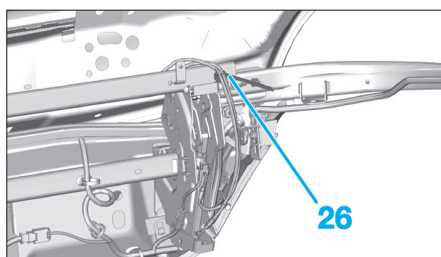

Fig. 126
- Débrider le lien (26) (Fig.126).